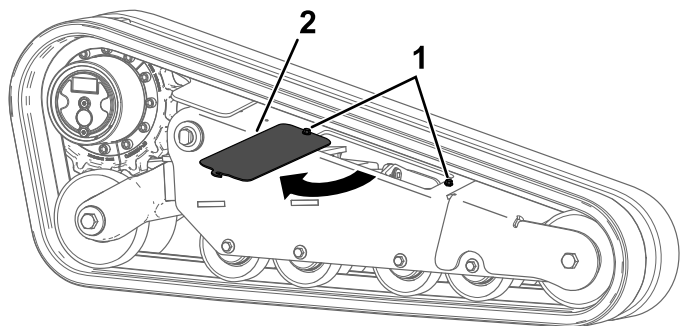

Рисунок 68
5. Ослабьте 2 болта и поверните крышку доступа, чтобы открыть ее (Рисунок 68).
14. Закройте крышку доступа и затяните болты (Рисунок 68).